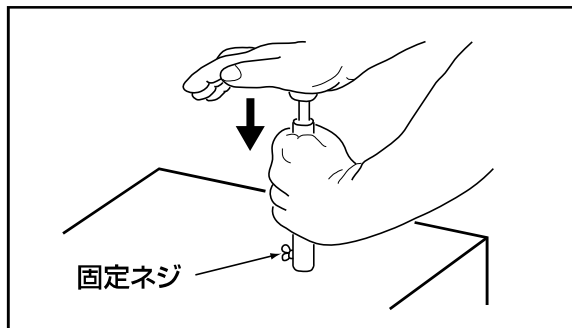

図47
4.安定した台や机の上に、固定ネジ側の端面を下にして置き、手のひらで強く押すと、ドリル内部の切屑が除去できます。 図47 参照